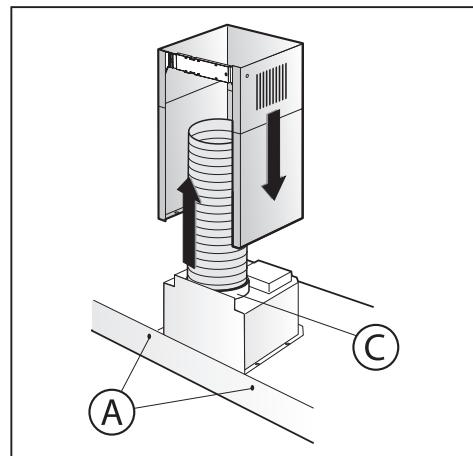

Fig.3
- När spiskåpan har justerats ska den fästas definitivt med de 2 skruvarna **A** (Fig.3).
-Anslut flänsen **C** med ett anslutningsrör till hålet för utsugning av luft (Fig.3).